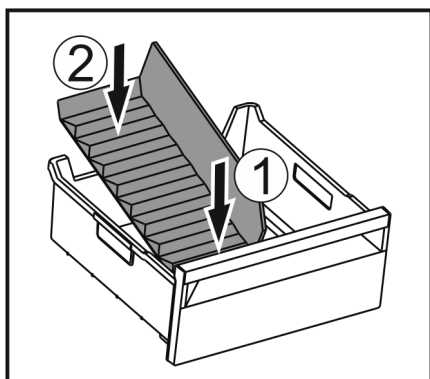

Fig. 196
- Helyezze be a jégkész-eltávolító elülső részét. Fig. 196 (1)
- Süllyessze le a jégkész-eltávolító hátsó részét a fiók aljáig. Fig. 196 (2)